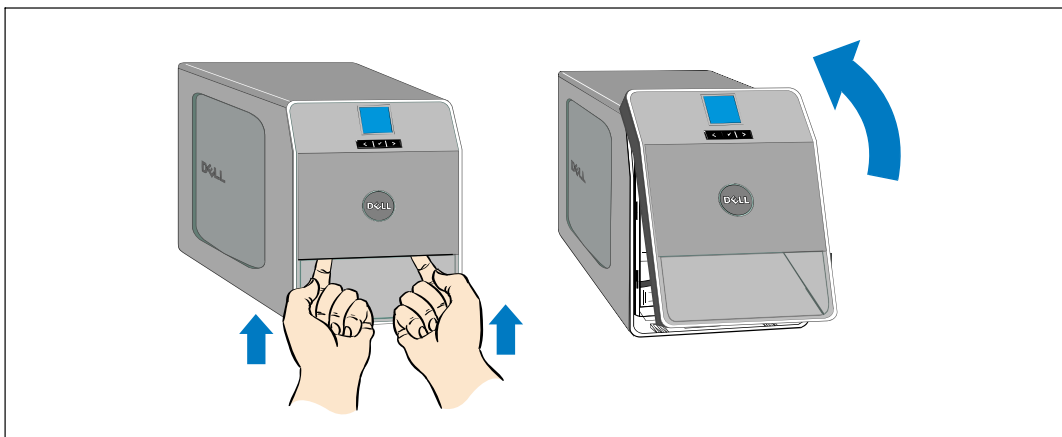

Figura 10. Cómo extraer la cubierta frontal de la UPS
- 2 Retire la cubierta frontal de la UPS (consulte la Figura 10).